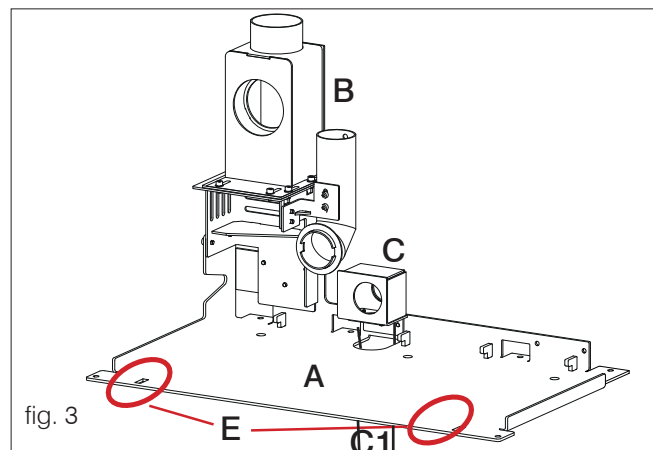

fig. 3
- Den Rauchabzug (nicht mitgeliefert) auf die Rauchleitung (B) und das Rohr  $\varnothing$  40 mm (C1 - nicht mitgeliefert) auf die Primärluftleitung (C) setzen. Das Rohr  $\varnothing$  40 mm (C1 - nicht mitgeliefert) kann von unter der Grundplatte installiert werden (A) siehe Abb. 3.